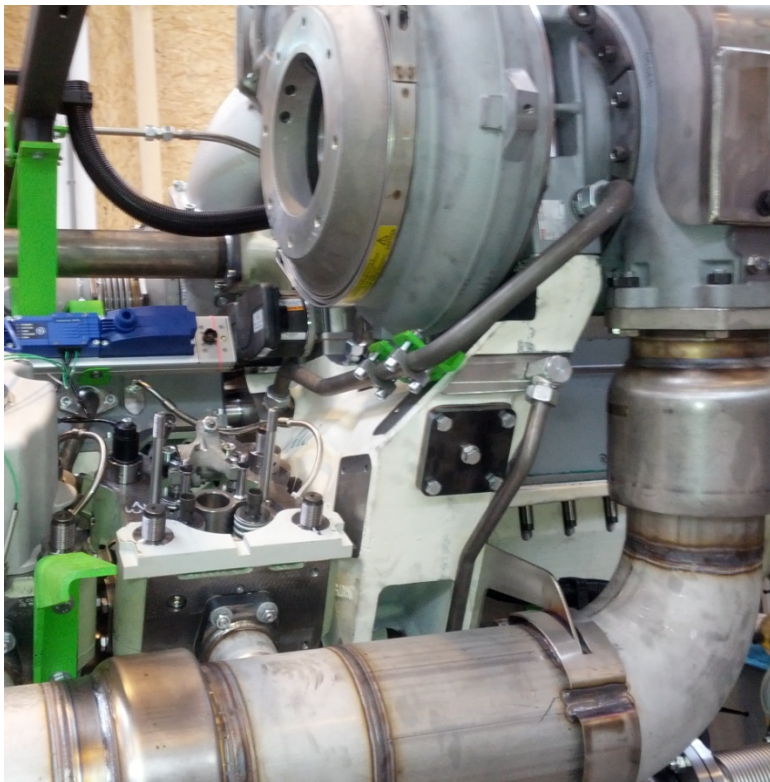

Abbildung 1: Gemischansaugleitung demontiert
2. Abhängig von der Zylinderzahl und von der Motorversion der BR 6, sind vor dem Aufbau der Fräsvorrichtung einige Motorkomponenten zu demontieren. Betroffene Bauteile sind hauptsächlich Gemischansaugleitungen vor den Turboladern und Blowbyfilter mit Halterungen. Z.B. am Motor J 620F muss an den Endzylindern die Gemischleitung im Bereich der Turbolader demontiert werden (siehe Abbildung 1)